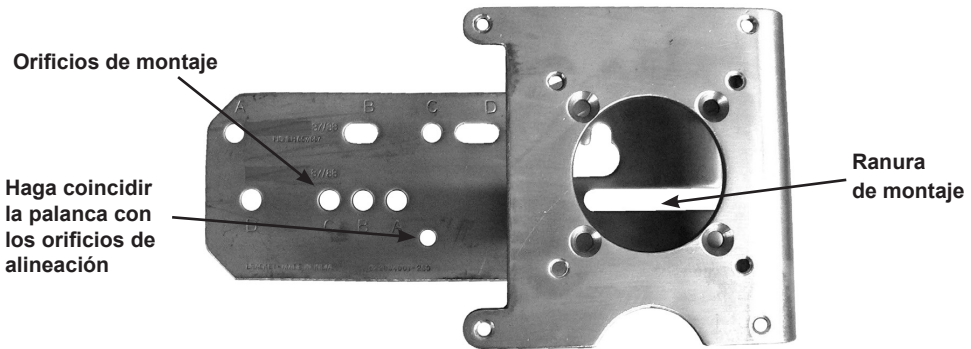

Figura 15 - Procure una alineación de la posición
12. Procure que el tensor de unión ajustable esté paralelo al vástago de la válvula. Verifique que orificio de la palanca coincida con el orificio de alineación de la abrazadera cuando la válvula esté en posición de cerrado. Controle que la abrazadera se monte usando los orificios correspondientes (Figura 15).